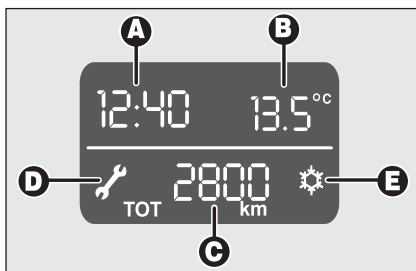

fig. 22
- Heure **A-fig. 22**;
- Echéance entretien programmé (visualisation symbole  **D-fig. 22**).
- Signalisation possible présence de verglas sur la route (visualisation symbole  **E-fig. 22**).